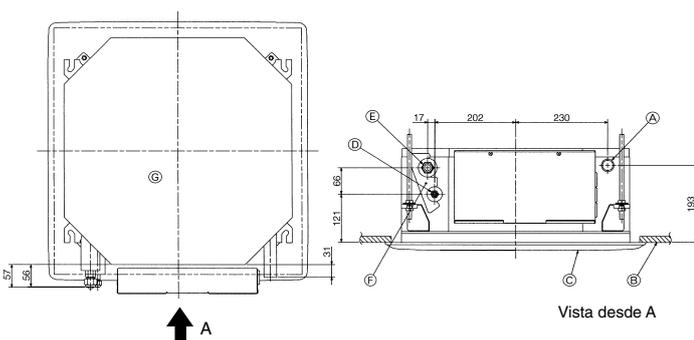

Fig. 5-7
5.3. Ubicación de los tubos de refrigerante y drenaje (Fig. 5-7)
- (A) Tubo de drenaje
- (B) Techo
- (C) Rejilla
- (D) Tubo de refrigerante (líquido)
- (E) Tubo de refrigerante (gas)
- (F) Alimentación de agua
- (G) Unidad principal